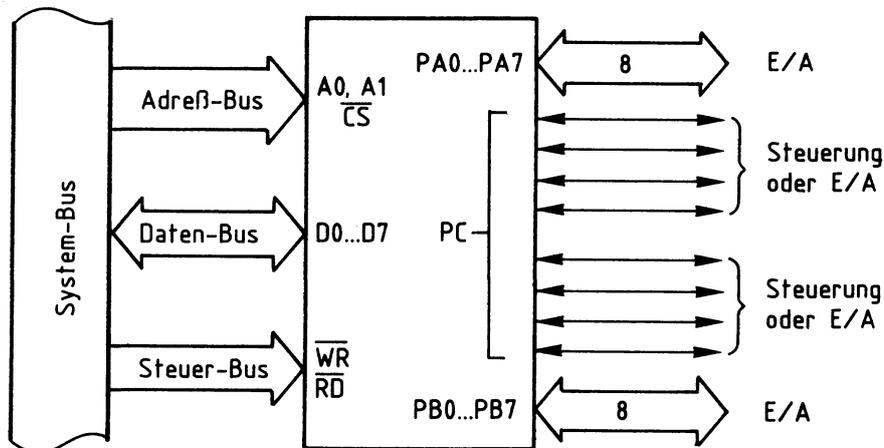

Bild 7: Grundfunktionen des 8255 in Betriebsart 1
**Betriebsart 1:** Die Ports A und/oder B werden als Eingabe- oder Ausgabe-Port betrieben, wobei jedem der beiden Ports vier Leitungen des Ports C als Steuer- und Quittungssignale mit festgelegter Funktion zugeordnet sind (Siehe Bild 7).
Bild 7 zeigt die grundsätzlichen Einsatzmöglichkeiten des Schnittstellenbausteins 8255 in der Betriebsart 1 und seinen prinzipiellen Anschluß an den System-Bus des Mikrocomputers.